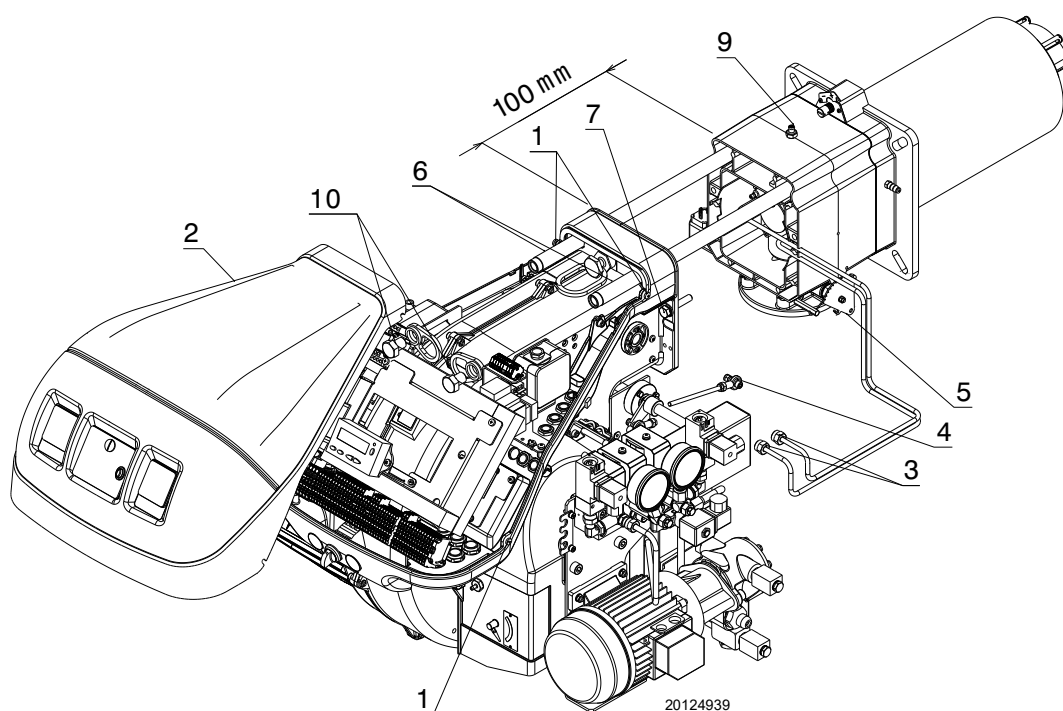

Fig. 57
- Slăbiți cele 4 șuruburi 1)(Fig. 57) și scoateți capota 2;